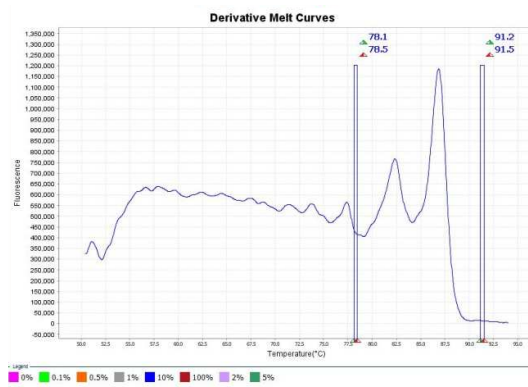

Fig. 7c
- Controle 10% (e outros valores, com exceção de 0 e 100%): dois picos. O pico com maior altura pode estar deslocado à direita ou à esquerda, dependendo do grau de metilação da amostra (Fig. 7c)